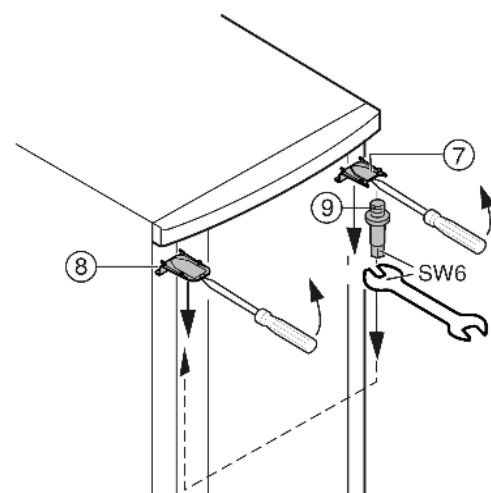

Fig. 6
- ▶ Faire déclipeter le cache Fig. 6 (7) en haut et le cache Fig. 6 (8) avec un tournevis devant et l'enlever diagonalement vers le bas.
- ▶ Dévisser le pivot d'appui Fig. 6 (9) et le visser du côté opposé (**avec 4 Nm**).
- ▶ Remonter le cache Fig. 6 (7) du côté du pivot d'appui : l'insérer par l'arrière et l'encliquer sur l'avant.
- ▶ Monter le cache Fig. 6 (8) sur le côté opposé: l'insérer par l'arrière et l'encliquer sur l'avant.
- ▶ Accrocher la porte dans le pivot d'appui Fig. 6 (9) supérieur.